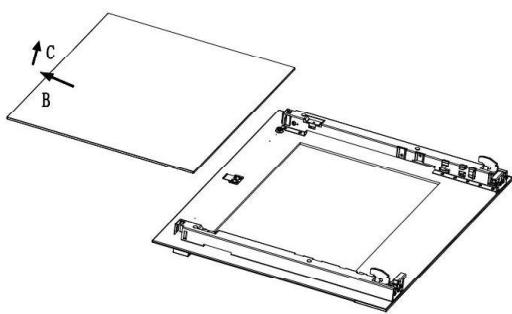

Fig. 9
4. Nehmen Sie das mittlere Glas heraus (Abb. 9).